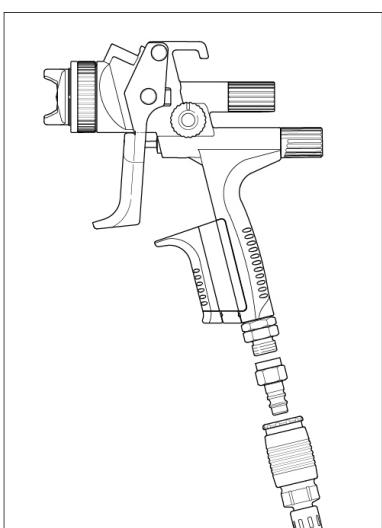

рис. 3
6. Накрутите ниппель быстроразъемного соединения (поз. 47, рис. 1) на входной воздушный фитинг (рис. 3).
7. Подсоедините шланг для сжатого воздуха (рис. 3).